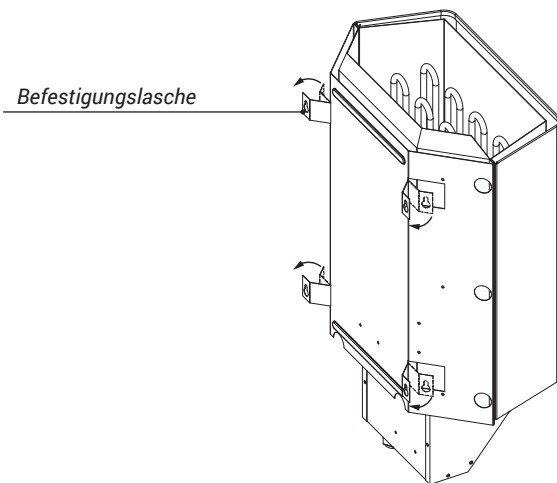

Abb. 6
- Die Befestigungsglaschen wie in Abb. 6 vorgegeben (Kantung mit den Schlüssellöchern parallel zur Kabinenwand) ausrichten.